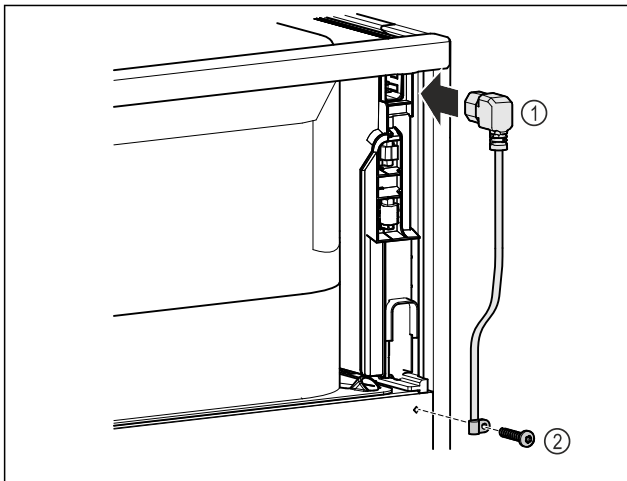

Fig. 40
- Au dos de l'appareil, brancher la prise pour appareil froid du câble d'alimentation Fig. 40 (1).
- Monter le serre-câble. Fig. 40 (2)